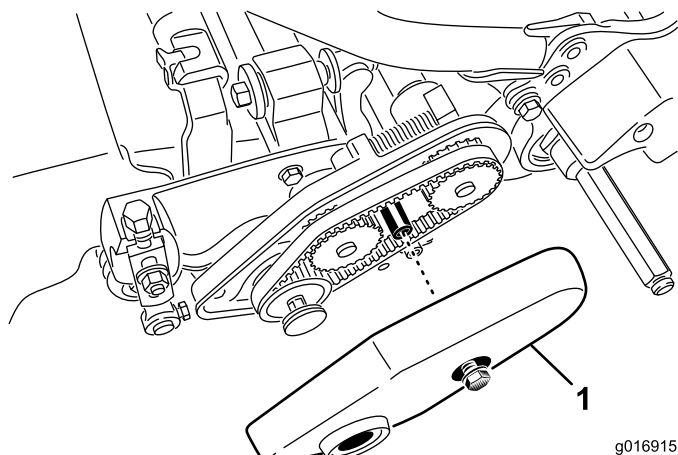

図 13
2. ベルトカバーを固定しているフランジボルトをゆるめてベルトカバーを外し、ベルトを露出させる（図 13）。